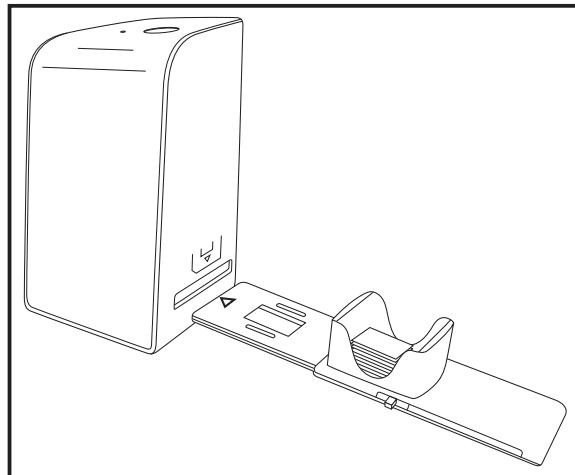

Figure 2
- ◆ Introduisez d'abord le chargeur de diapositives **6** avec la fenêtre de visualisation dans le tiroir de droite **4**. Veillez à ce que le triangle repère soit à l'avant et bien visible (voir figure 2). Avec le poussoir qui se trouve sur le côté du chargeur de diapositives **6**, les diapositives du chargeur sont poussées une à une dans le scanner.